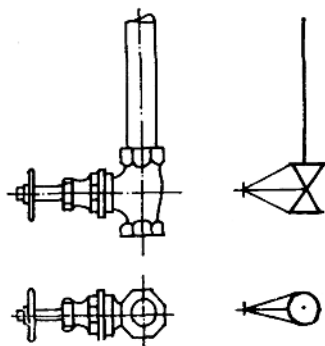
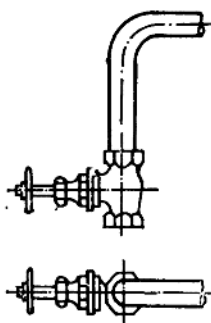

图 1-12 直管与阀门
图 1-13 弯管与阀门连接的投影
(3) 管子与阀件的积聚 在单线图中, 单纯阀门的俯视图, 小圆圈的圆心不画小圆点。如果圆心中有一个圆点, 则表示阀门同直管相连接。见图1-12。如先看到弯头背部再看到阀门, 立管在俯视图积聚的小圆, 则被弯头投影所遮盖。见图1-13。